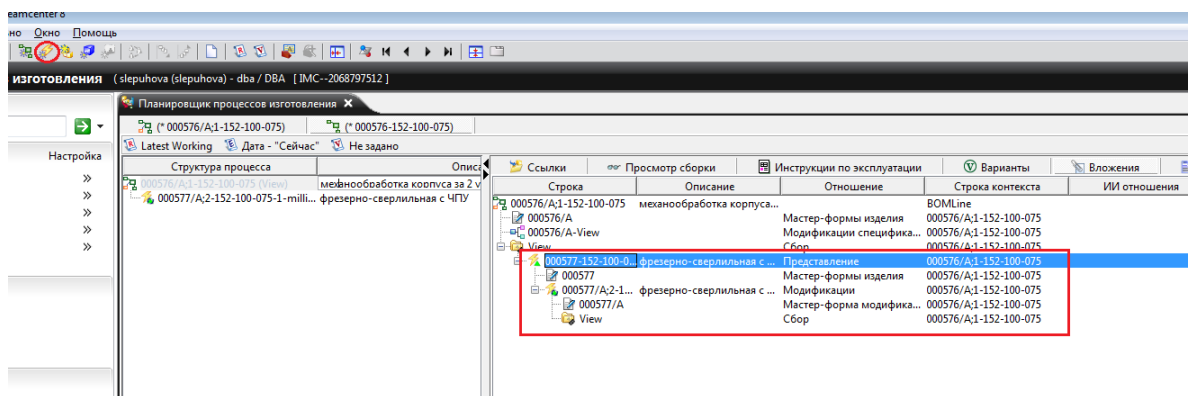

Рисунок 20 – Добавление технологической операции
3. Добавьте технологическую операцию из панели инструментов функцией «**Добавить операцию**». См. рисунок 20.